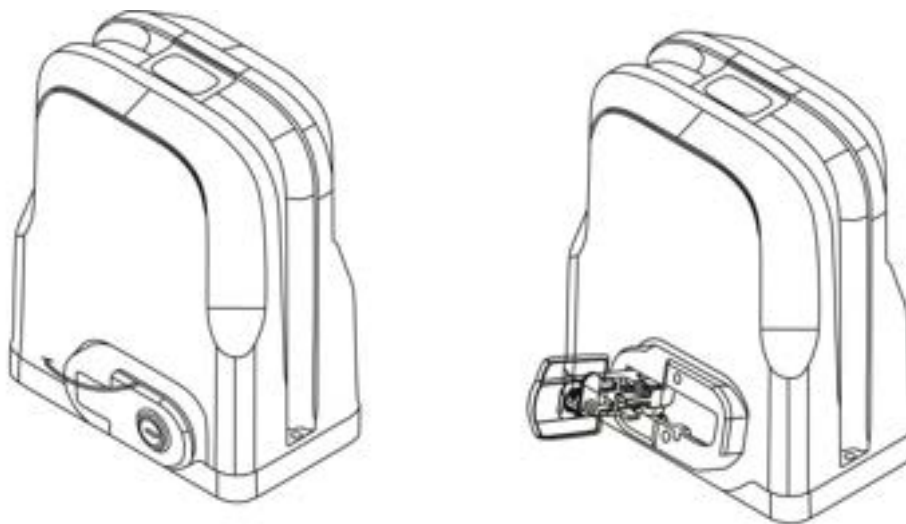

Figure 5: pivoter à 90°
- c) Débloquer le moteur avant l'installation. Pour déverrouiller, retirez le couvercle de la clé insérez la clé et ouvrez la barre à 90° comme indiqué sur la fig. 5 afin que le moteur tourne facilement;